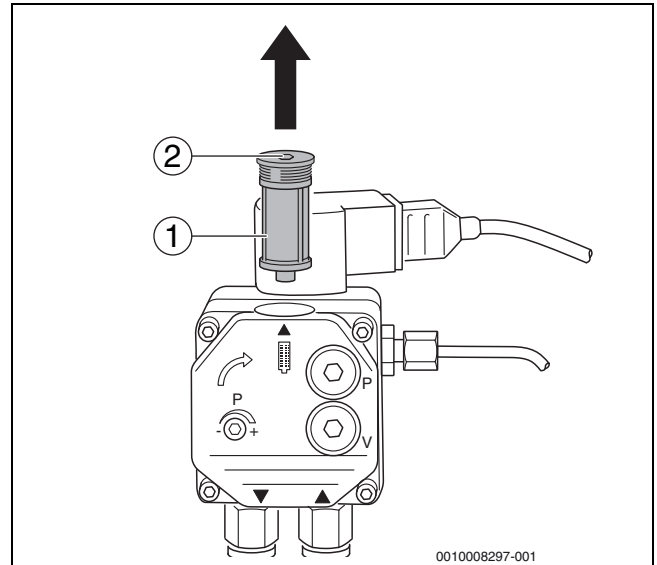

Bild 29 Ölumpenfilter prüfen – Ölumpen Danfoss
- ▶ Die Innensechskantschraube an der Oberseite (→Bild 29, [2]) lösen.
- ▶ Ölumpenfilter (→Bild 29, [1]) nach oben herausziehen.
- ▶ Ölumpenfilter (→Bild 29, [1]) mit Waschbenzin reinigen, gegebenenfalls austauschen und wieder in die Ölumpen einbauen.